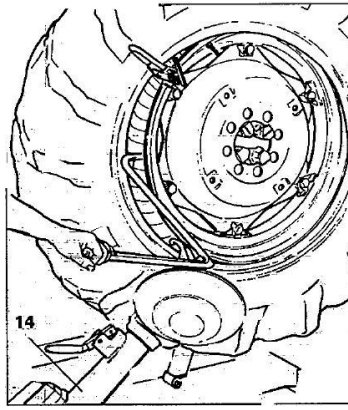

Рис. 7.15
- 21) Сдвинуть монтажную лапу в рабочее положение (14, рис. 7.15).
- 23) Повернуть кулачковый зажим немного по часовой стрелке до тех пор, чтобы вставить монтажную лопатку в приспособление (см. рис. 7.15). Лопатка поставляется на заказ.